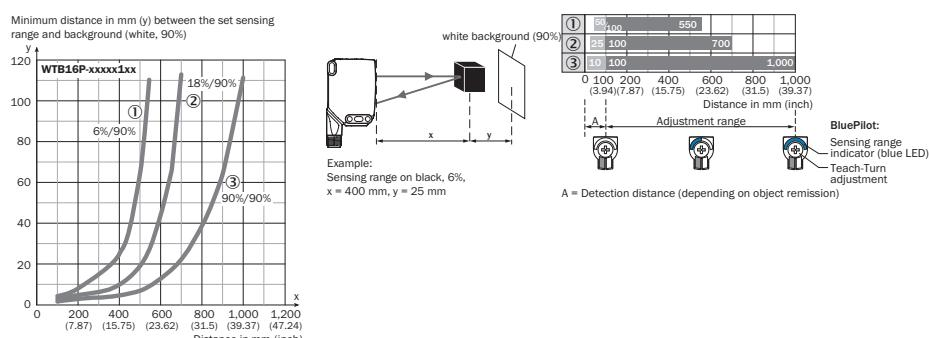

Figura 35: Curva característica 1, WTB16P Bluetooth-xxxxx1xx, luz vermelha
A distância mínima (= y) para a supressão do fundo pode ser determinada com base no diagrama [figura 35 ①] como a seguir: